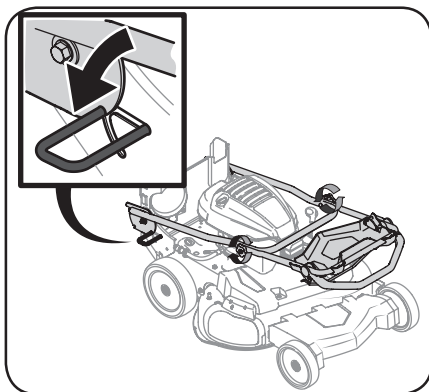

Figura 2-1
2. Oprima con el pie la palanca de ajuste de la manija. Vea la Figura 2-1.